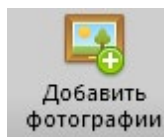

Рисунок 12
5. В режиме подключения через кабель дистанционного спуска затвора Shutter Cable, необходимо вручную загрузить фотографии в программу. Для этого во вкладке «Редактирование» используется кнопка «Добавить фотографии» (рис. 12). Предварительно необходимо подключить камеру по USB (или вставить flash-карту в компьютер). При подключении камеры по USB следует иметь в виду, что возможно добавление файлов только по одному. Наиболее удобным способом является копирование файлов с камеры в папки на компьютере, с последующим добавлением их в программу из локальных папок. Необходимо помнить, что программа обрабатывает только снимки в формате JPG, при съемке в RAW необходимо в любом случае копировать файлы на компьютер с последующей обработкой RAW-файлов в графическом редакторе.